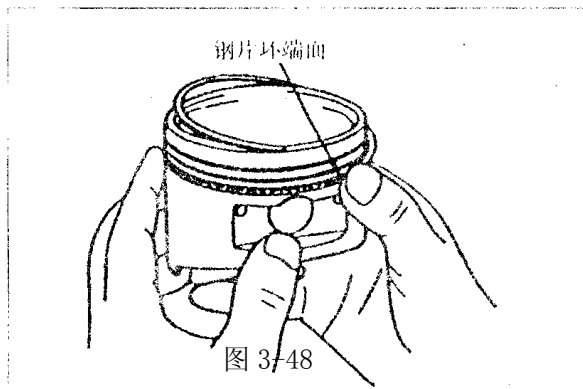

图 3-48
b. 为了安装钢片环, 如图 3-48 所示, 用手将钢片环的一端装入槽内, 然后将它的其余部分压入就位。